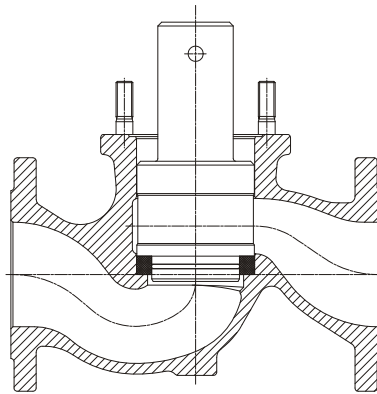
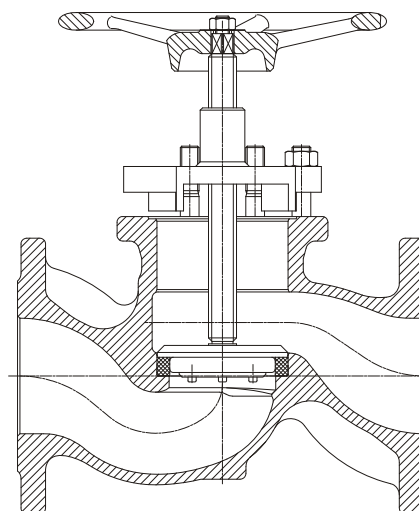

Bild 5
Bild 7
- *Montage des unteren Ventilringes KX-GT (Pos. 14) mittels KX-GT Montagewerkzeug (siehe Seite 11 Bild5) *) (für DN100 –150 siehe Bild 7)*